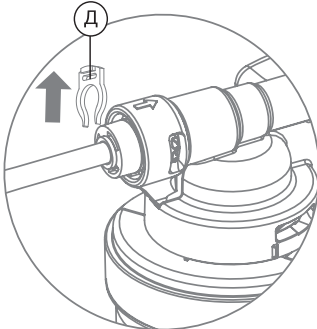

Рис. 17
1. Удалите стопорную клипсу (Д) (рис. 17).